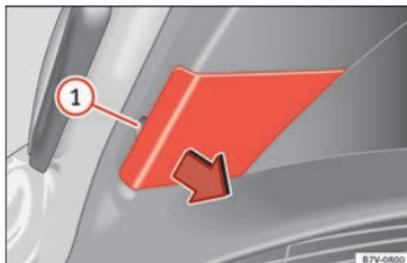

Fig. 111 Na porta da mala: retirar a cobertura.
2. Retirar a cobertura cuidadosamente fazendo alavanca com a parte plana da chave de fendas das ferramentas de bordo » Fig. 100 pelo rebordo » Fig. 111 ①.